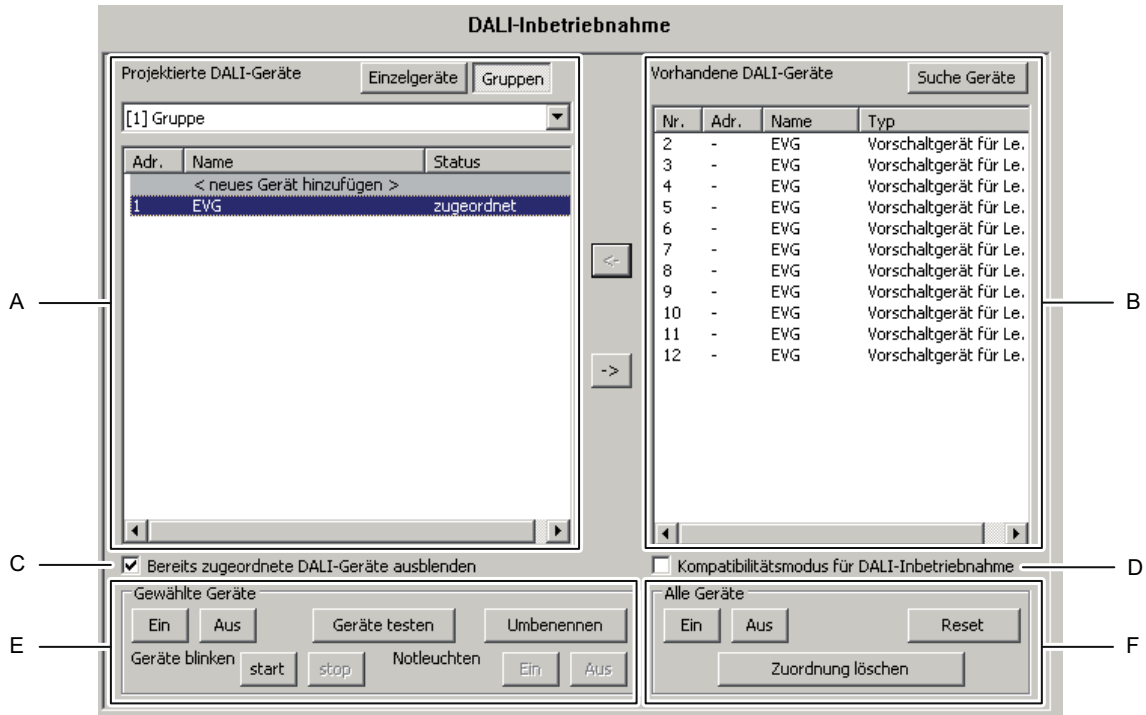

Bild 60: Fensterbereiche der Inbetriebnahme-Umgebung
Die Inbetriebnahmeumgebung des Plug-Ins unterteilt sich in zwei Fensterbereiche. Im rechten Fensterbereich werden die im DALI-System gefundenen Betriebsgeräte aufgelistet. Im linken Fensterbereich werden die angelegten Gruppen angezeigt. Dort erfolgt auch die Zuordnung der DALI-Geräte zu den projektierten Gruppen oder Einzelgeräten (Bild 60).
Bei der ersten Inbetriebnahme werden noch keine DALI-Betriebsgeräte im rechten Fensterbereich (B) angezeigt (Bild 60). Um in der Inbetriebnahme fortzufahren, müssen zunächst die an die DALI-Leitung angeschlossenen Betriebsgeräte gesucht werden. Damit das DALI-Gateway während der Gerätesuche alle angeschlossenen DALI-Betriebsgeräte finden und identifizieren kann, muss das DALI-System vollständig geschlossen und unterbrechungsfrei eingeschaltet sein! Zudem muss die Netzspannungsversorgung des DALI-Gateways eingeschaltet sein.
Es ist für Sonderfälle möglich, Betriebsgeräte bei Gruppensteuerung auf mehr als nur eine DALI-Gruppe zuzuordnen. Im Standardfall ist die Zuordnung eines DALI-Betriebsgeräts in nur eine Gruppe möglich. Dadurch wird die Gerätezuordnung übersichtlich und es kommt durch die eindeutige Zuweisung nicht zu Gruppenüberlappungen und folglich auch nicht zur Beeinflussung von Konfigurations- und Rückmeldewerten. Bei Bedarf kann als Alternative die Mehrfachgruppenzuweisung freigegeben werden. Dazu muss das Kontrollfeld "Bereits zugeordnete DALI-Geräte ausblenden" (C) im Inbetriebnahme-Dialog des Plug-Ins ausgewählt werden (Bild 60). Hierdurch ist es dann möglich, DALI-Betriebsgeräte im Zuge der Online-Inbetriebnahme mehr als nur einer Gruppe zuzuordnen.